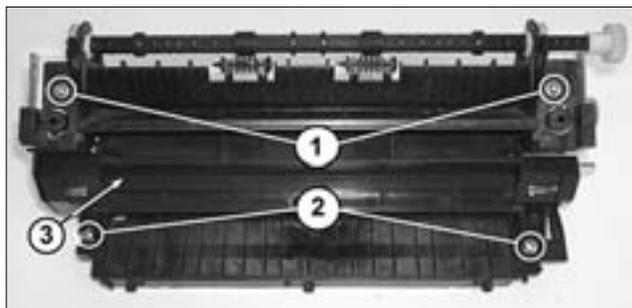

Рис. 16
1. Располагают узел защитным кожухом к себе. Откручивают два винта (рис. 16, поз. 1) и снимают выходной вал транспорта бумаги в сборе с прижимными роликами.
2. Откручивают два самореза (рис. 16, поз. 2). Перемещают защитный кожух (поз. 3) влево, приподнимают его правую сторону вверх и, переместив вправо, снимают с узла.